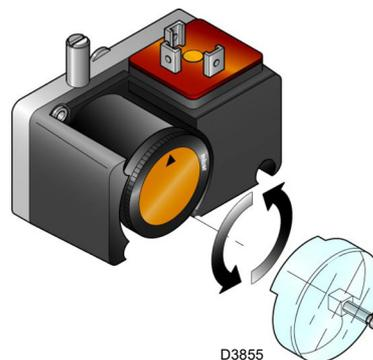

Fig. 34
- Régler le pressostat gaz minimum (Fig. 34 à la page 38) en début d'échelle.
Régler le pressostat gaz minimum (Fig. 34) après tous les autres réglages du brûleur avec le pressostat réglé au début d'échelle.